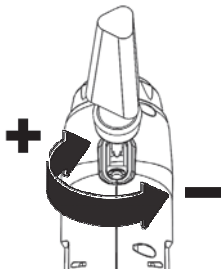

Abb.4
3. Drehen Sie die Verschlusschraube wie in Abb.4, um das Drehmoment einzustellen.